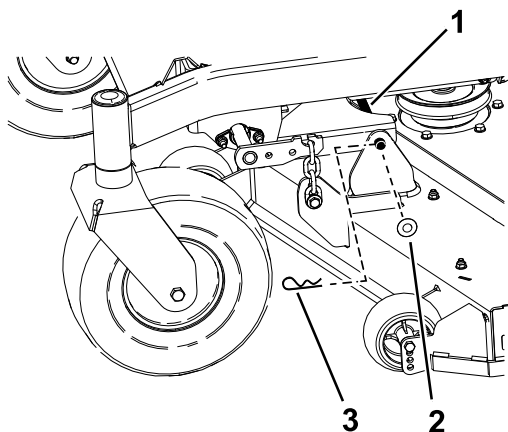

Figura 76
6. Retire la chaveta y la arandela que sujetan el pasador de enganche al bastidor y a la carcasa; retire el pasador de enganche (Figura 76).
9. Sujete el perno de enganche con las chavetas y las arandelas que retiró anteriormente (Figura 76).